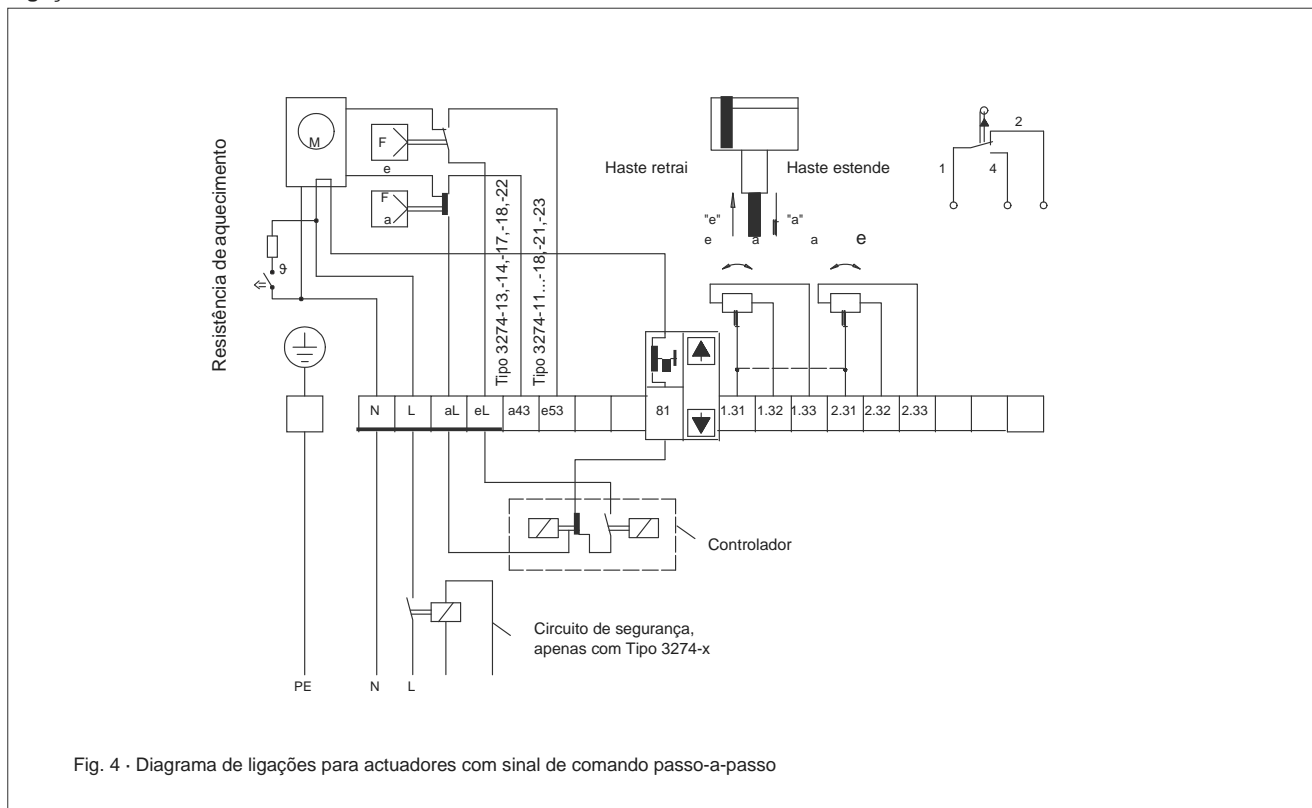

Fig. 4 - Diagrama de ligações para actuadores com sinal de comando passo-a-passo
Comando manual eléctrico · Existem dois botões de pressão na caixa de ligações (3). Pode ser atingida qualquer posição do curso independentemente do sinal de controlo. Depois de libertar o botão de pressão, o actuador reage de novo de acordo com o sinal do controlador. O sinal de controlo pode ser interrompido abrindo o borne de isolamento (81 nas Figs. 4 a 6).
Ligação eléctrica (Figs. 4 e 6)
As Figs. 4 e 6 ilustram os diferentes esquemas de ligação, dependendo do modo como a versão está equipada. Os contactos de fim de curso eléctricos são fornecidos com ligações roscadas. São ligados directamente, e não através do bloco de bornes.